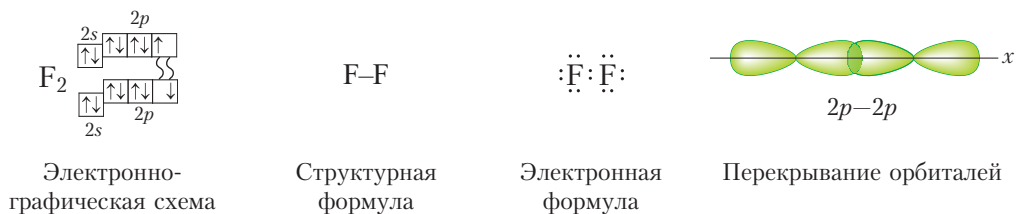

Рис. 69. Молекула фтора
**Строение простых веществ.** Простые вещества галогены состоят из двухатомных молекул, атомы в которых связаны ковалентной неполярной  $\sigma$ -связью (рис. 69).